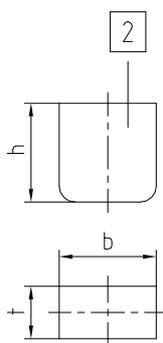

Figura 4: POLY, pezzo in elastomero NBR (buna N) 90 Sha
**Tabella 7: Dimensioni pezzi in elastomero (vedere figura 4)**